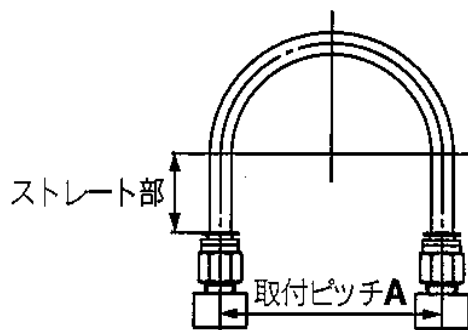

図 1 推奨配管図
(1) ワンタッチ管継手に配管する際は 図 1 の推奨配管条件にて、チューブ長さに余裕を持った配管をお願い致します。